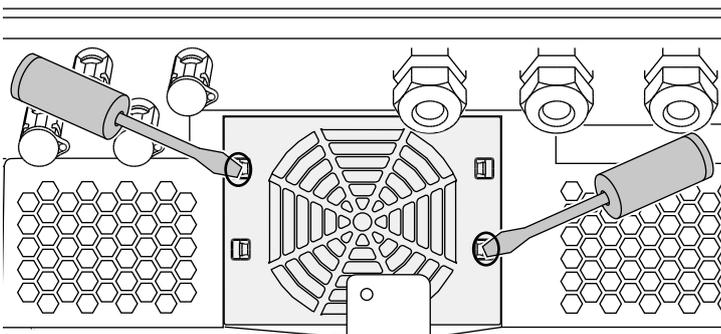

Abb. 70: Befestigungslaschen lösen
3. Mit einem zweiten Schraubendreher die Befestigungslaschen zur Lüftermitte drücken. Lüftereinheit leicht hervorziehen. ↗ Abb. 70